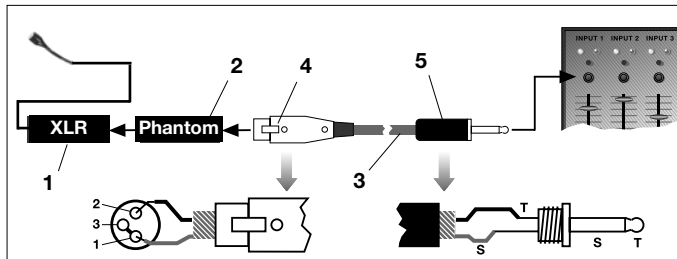

Abb. 2: Anschluss an asymmetrischen Eingang
Phantomspeisegeräte (2) von AKG können Sie auch an einen asymmetrischen Eingang anschließen. Verwenden Sie dazu ein Kabel (3) mit XLR-Stecker (weiblich) und Mono-Klinkenstecker: Siehe Abb. 2.
Siehe Abb. 2.